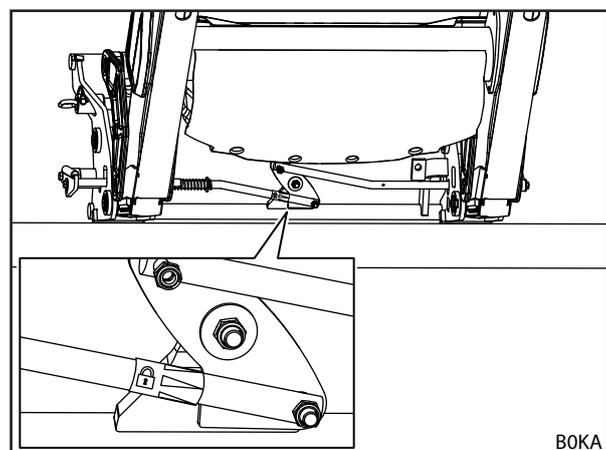

Fig. 79 Contrôler le verrouillage de l'outil en tenant compte de l'autocollant (cadre porte-outils combiné Euro-MX)
- (1) Actionner la fonction Cavage. Ici, le chargeur frontal ne doit pas être relevé à plus de 1,5 m.
**i** Sur les cadres porte-outils combinés Euro-MX, l'autocollant se trouve au centre sur une barre (voir Fig. 79).